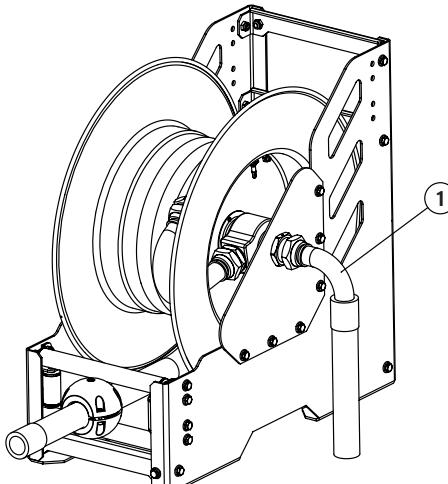

Fig. 9
1. Disconnect the hose of the inlet shaft (1) (Fig. 9).
1. Desconecte la manguera de acometida (1) (Fig. 9).